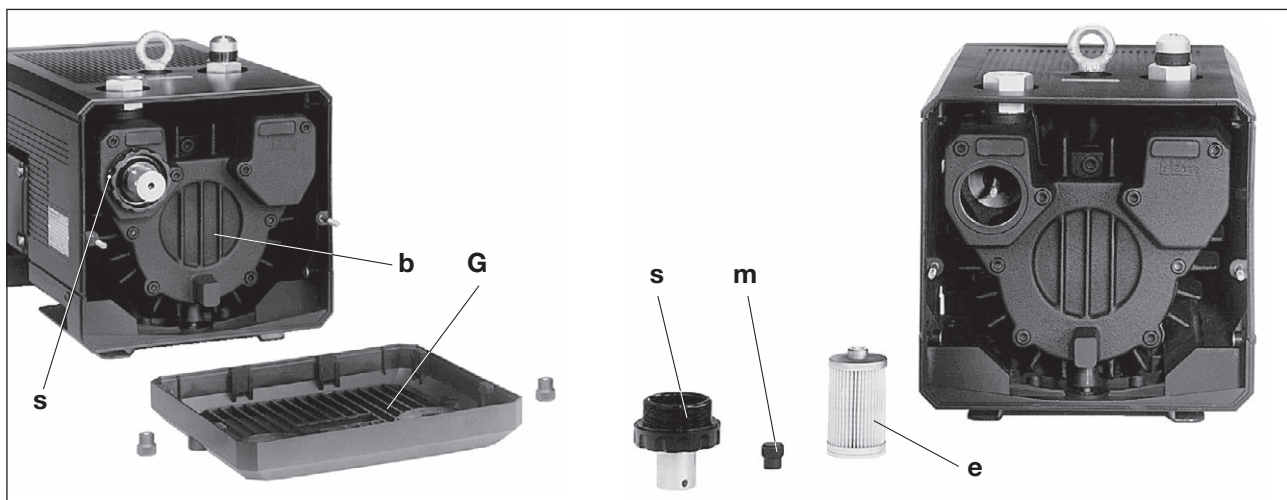

Fig. 5 Filtrado del aire
El cartucho filtrante (fig. 5/e) para el aire aspirado se debe limpiar mensualmente o con más frecuencia soplando desde dentro hacia fuera. Aunque el filtro se limpie, su poder de separación empeorará con el tiempo. Por ello, el filtro debería ser reemplazado semestralmente.
V-V-VTN (01) - (11): Desatornillar la rejilla de salida (fig. 5/G).
Aflojar la tapa roscada (fig. 5/s) y el botón moleteado (fig. 5/m). Retirar el cartucho filtrante (fig. 5/e) y limpiarlos o reemplazarlos. El montaje se efectúa siguiendo el orden inverso.